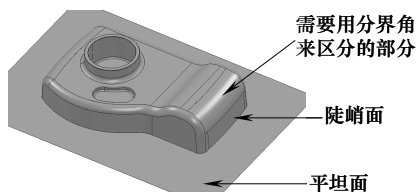

图 5-65 零件上的陡峭区域与浅滩区域
4) 分界角: 用于区分零件上的陡峭区域和浅滩区域。该角度从水平面开始计量, 零件上各面与水平面的夹角小于分界角度时当作浅滩区域处理, 大于分界角度时当作陡峭区域处理, 如图 5-65 所示。